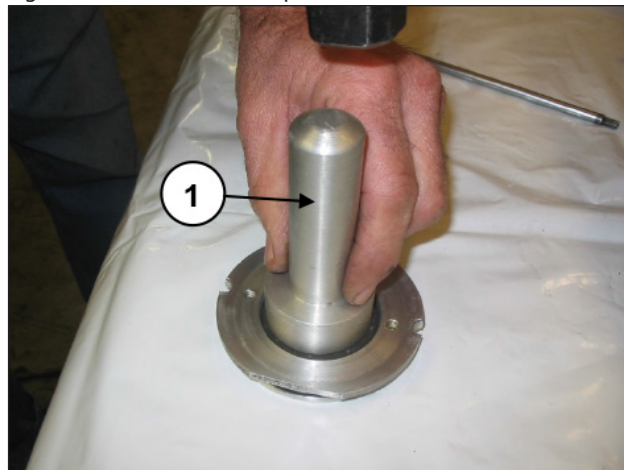

Fig. 117
Monter le joint Spi dans le couvercle de joint Spi (rep. ①, Fig. 117) en utilisant un tampon réf.27910900.